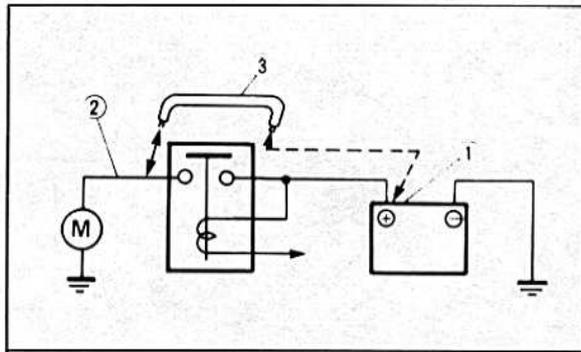

Bild 389
- Anlasserrelais prüfen. Gemäss Schema das Relais mit einem Kabel überbrücken. Dreht der Startermotor nicht, dessen Funktion überprüfen (Bild 389).